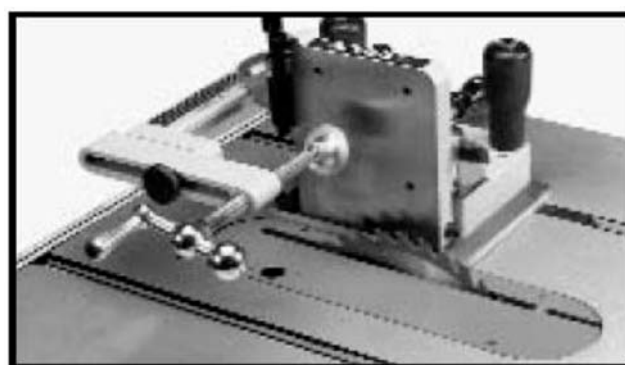

Рисунок 11
10. Установите на место детали, снятые в ШАГАХ 6, 7 и 8 в обратном порядке. Рисунок 11 демонстрирует шипорезное устройство, собранное для работы с пильным диском с наклоном влево.